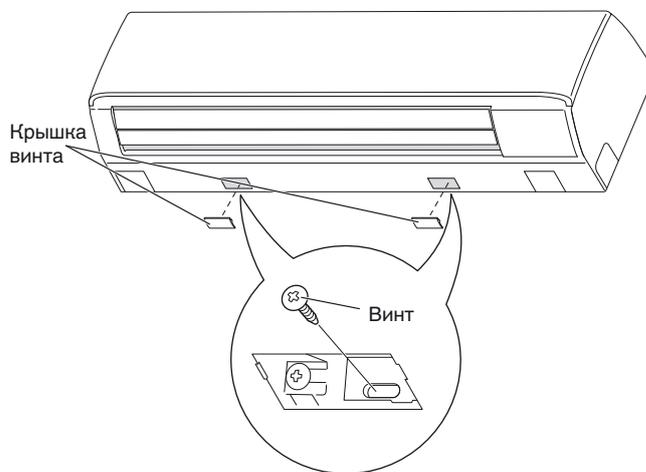

Рис. 3-34
(Рис. 3-34)
- (2) Прикрепите раму к задней панели с помощью 2 прилагаемых саморезов 4 × 10 мм. (Рис. 3-34)